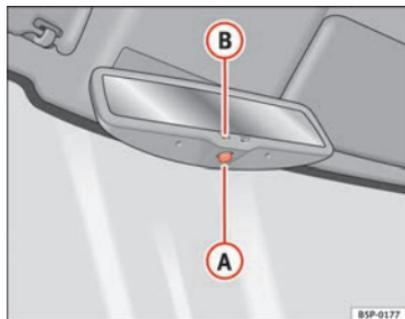

Fig. 67 Rétroviseur intérieur avec réglage automatique de position anti-éblouissement.
- Appuyez sur la touche **A** ⇒ fig. 67. Le témoin **B** s'éteint.
- Appuyez sur la touche **A** ⇒ fig. 67. Le témoin s'allume.